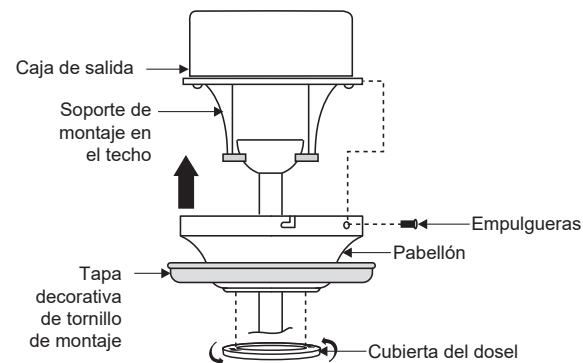

Fig. 15
Paso 2. Deslice el dosel hacia el techo y fije el dosel al soporte de montaje del techo con 4 tornillos en el borde superior del soporte de montaje. Inserte cada tornillo a través del orificio de montaje del dosel y en el soporte de montaje. Deslice la cubierta del dosel hasta el dosel y gire en sentido horario hasta que quede apretado. Apriete todos los tornillos de forma segura. (Fig. 15)